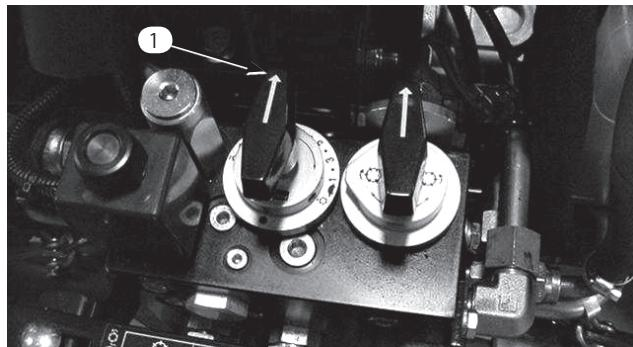

図36
- リール速度コントロールノブ（図36）をその番号にセットする。